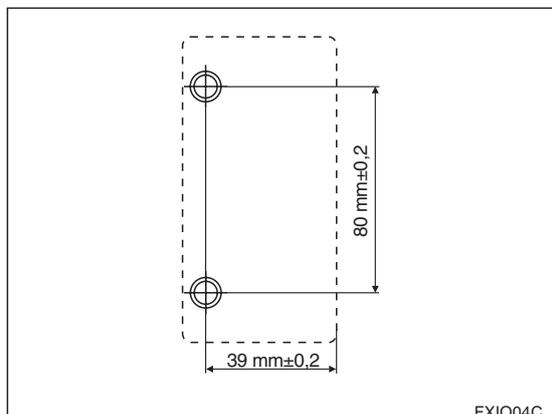

Abb. 3-2:
- Bohren Sie die Befestigungslöcher wie in Abb. 3-2 angegeben.